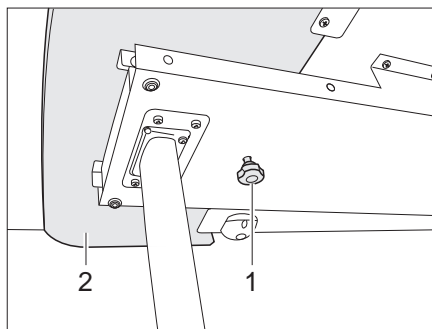
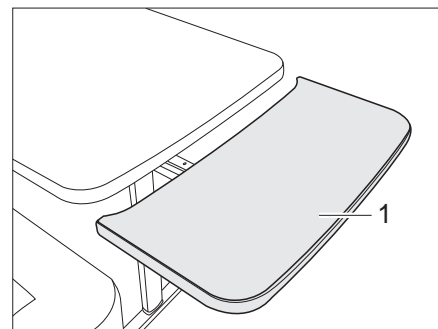

Bild 90 Bordsförlängningens lås
Bild 91 Bordsförlängning
- Lossa den räfflade skruven (Bild 90,1).
- Drag ut bordsförlängningen (Bild 90,2) till stoppläget (Bild 91).
- Sväng upp bordsförlängningen (Bild 91,1). Bordsförlängningen ligger kant i kant med bordsskivan.
- Dra bort bordsförlängningen (Bild 91,1) från bordsskivan (till stoppläget). Tryck förlängningen nedåt mot hållfjädrarnas motstånd. Bordsförlängningen svängs ned (Bild 91).
- Drag åt den räfflade skruven (Bild 90,1).